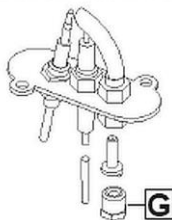

Fig. 22
- dévisser la vis « **G** » (fig. 22),